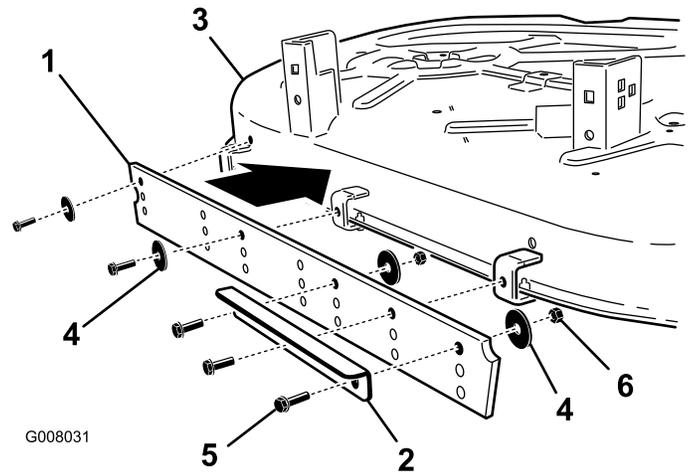

Figure 4
- Montez la plaque de stabilisation sur le racloir à l'endroit indiqué dans la Figure 4 au moyen de 2 boulons (1/4 x 3/4 pouce), deux rondelles, et deux contre-écrous (1/4 pouce).